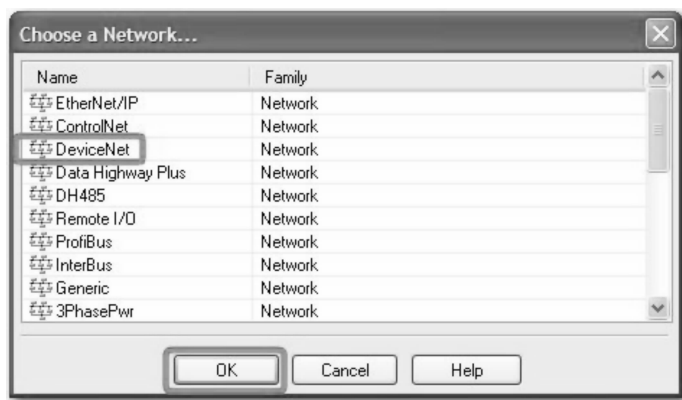

图 26-99 选择 Device Net 图
2) 选择 DeviceNet，然后单击“确定”（OK），如图 26-99 所示。